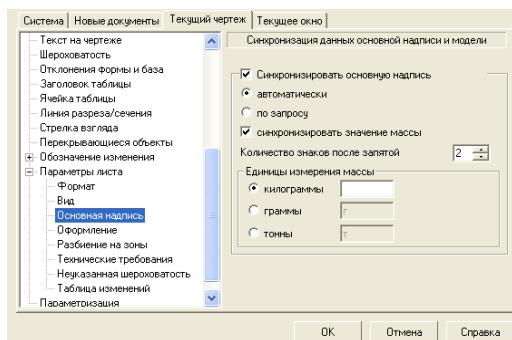

Рисунок 8.17 – Диалоговое окно Параметры с открытой вкладкой
- щелкните в дереве элементов чертежа по пункту *Параметры листа*, если он не раскрыт, а затем – по пункту *Основная надпись*. В правой части появится панель *Синхронизация данных* основной надписи и модели, показанная на рисунок 8.17.